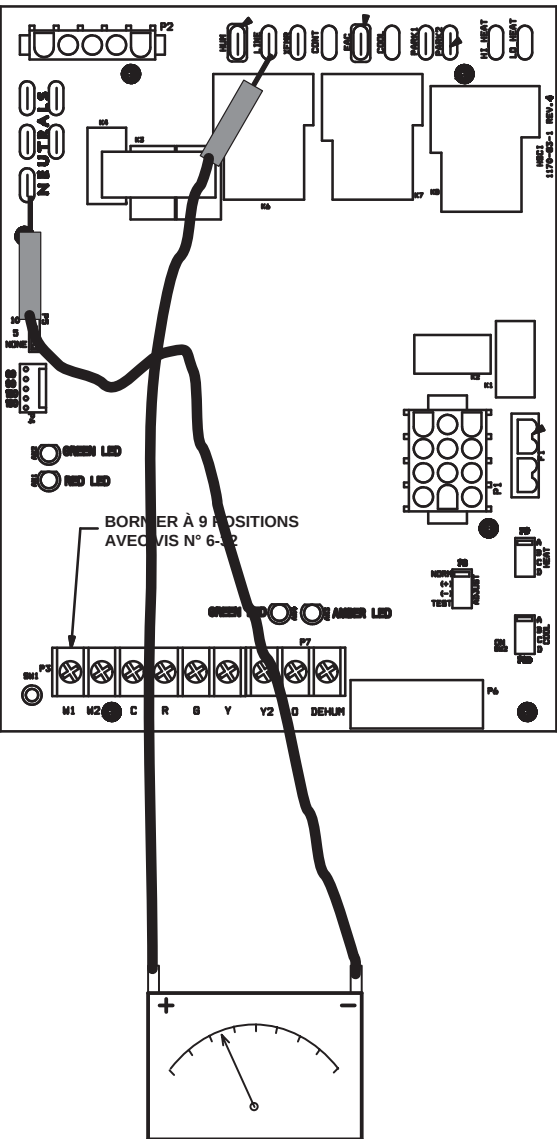

Figure 49. (IFC 103069-03 affiché)
- 1. Mesurez la tension CA entre la ligne neutre (cosses plates) et la borne « C » (bornier basse tension) de la commande intégrée. Voir la Figure 49. Une variation importante de la tension entre le neutre de la ligne et « C » en fonction de la charge indique une mise à la terre insuffisante ou partielle. Comparez les lectures au Tableau 17. Si les lectures dépassent le maximum indiqué dans le Tableau 17, effectuez les réparations avant d'utiliser le générateur d'air chaud.
- 2. De plus, mesurez la tension CA entre la ligne sous tension et la ligne neutre (bornes à cosse) sur la commande intégrée. Voir la Figure 49. Cette tension doit être comprise entre 97 et 132 VCA